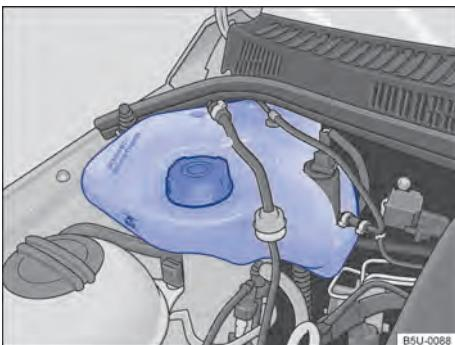

Fig. 180 No compartimento do motor: reservatório de gasolina para o sistema de partida a frio.
O reservatório de gasolina do sistema de partida a frio encontra-se no compartimento do motor, no lado direito → Fig. 180.
- Nunca ultrapassar a marca "MAX" indicada no reservatório → Fig. 180.